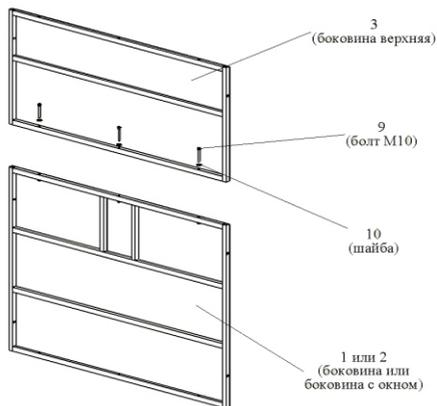

Рис. 1. Схема сборки боковин
- 3.2. Проверьте комплектность поставки (номера позиций на рис. 1, 2 и 3 соответствуют позициям в списке комплектующих).